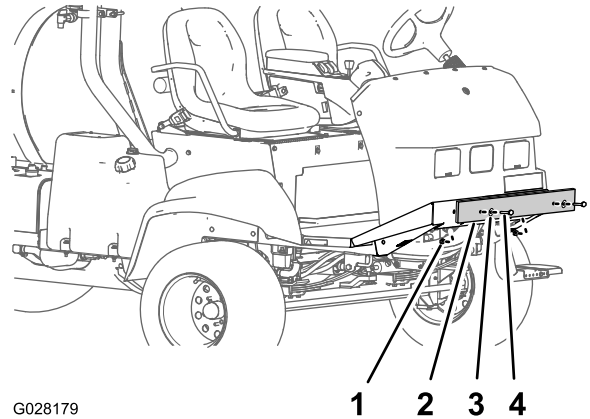

Figura 6
1. Retire os parafusos, anilhas e porcas que fixam o para-choques de transporte à placa do chassis dianteira (Figura 6).
2. Remova o para-choques de transporte da máquina (Figura 6).